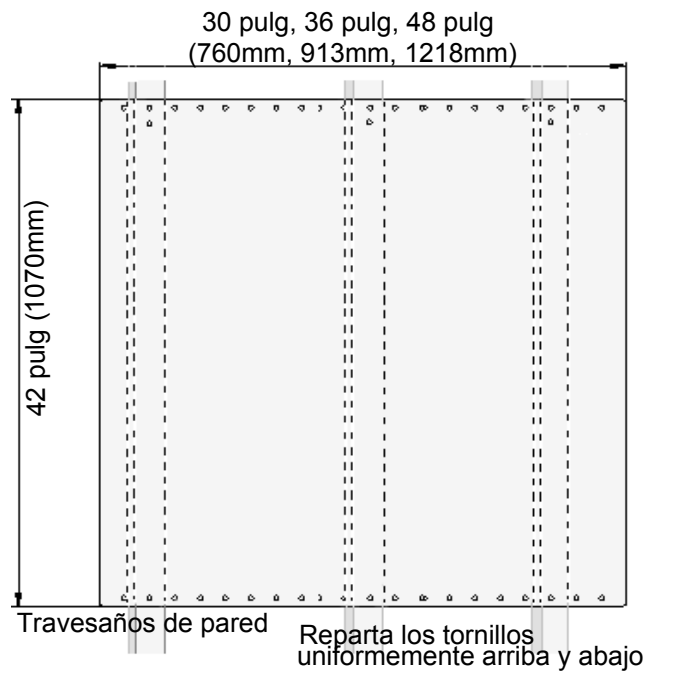

Figura 19: Instalación de la consola trasera
(1) manual de instalación	Lápiz
- Utilice dos de los tornillos proporcionados para fijar las partes inferior y superior de la consola trasera de protección a cada travesaño de pared (vea la *Figura 19*).